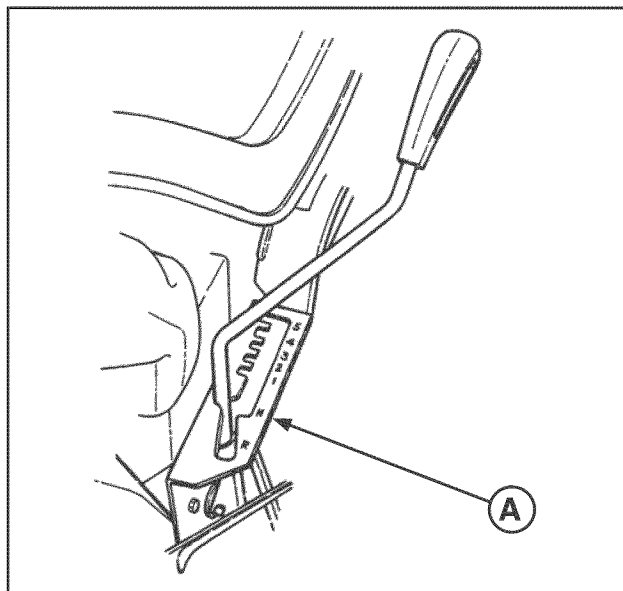

FIGURA 4
1. Mueva la palanca de cambios de transmisión (A, Figura 4) hasta la posición de punto muerto (N).